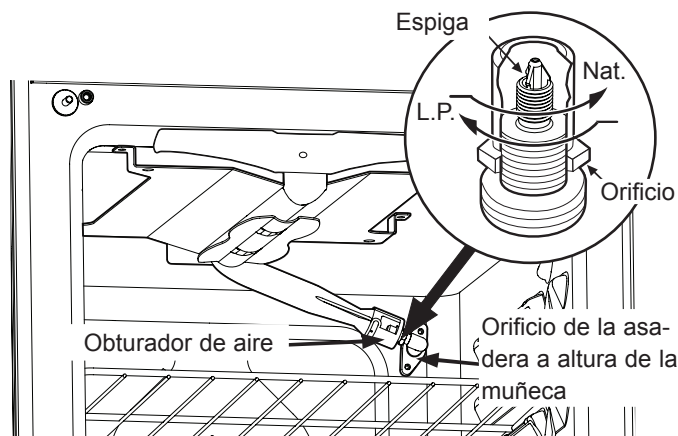

Figura 12
C. Ajuste el orificio del quemador de la asadera (solo modelos autolimpiadores) (ver Figura 12)